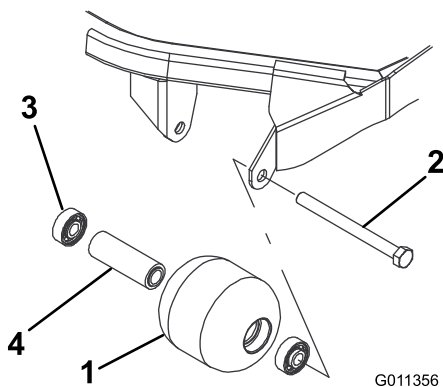

Figura 72
1. Retire o parafuso de montagem do rolo (Figura 72).
estão danificados (Figura 72). Substitua os componentes danificados e volte a montá-los.
1. Introduza o primeiro rolamento na estrutura do rolo (Figura 72). Empurre só a calha externa ou, então, exerça o mesmo tipo de pressão nas calhas interna e externa.
2. Coloque o espaçador (Figura 72)
3. Introduza o segundo rolamento na estrutura do rolo (Figura 72). Empurre igualmente a calha interna e externa até que a calha interna entre em contacto com o espaçador.